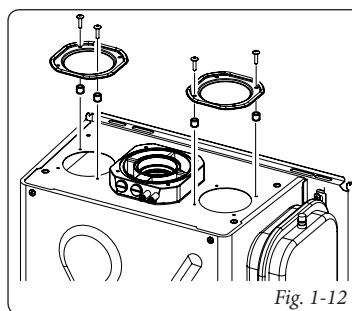

Fig. 1-12
- Installazione distanzieri.** Per l'installazione con aspirazione diretta tipo C se all'esterno, tipo B₂₂ se all'interno i 4 distanzieri (presenti come optional all'interno del kit gruppo allacciamento) vanno inseriti tra la caldaia e i due tappi della camera stagna in modo da far arrivare aria comburente alla caldaia direttamente dal luogo di installazione (Fig. 1-12 e 1-13).